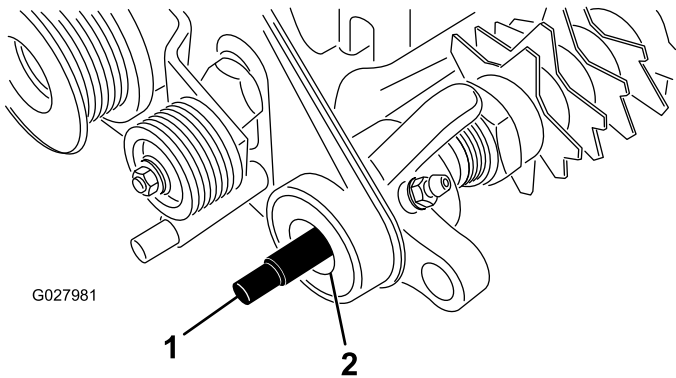

Bild 8
15. Fetten Sie die Dichtungen in der Antriebslagerstütze und das Ende der Groomerwelle ein (Bild 8).
16. Schieben Sie das gekeilte Ende der Groomerwelle in die Antriebslagerstütze (Bild 8).